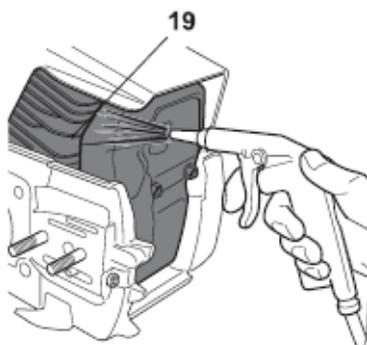

Fig. 59
L'obstruction de poussière entre l'ailette du cylindre (19) peut causer la surchauffe du moteur. Inspecter régulièrement et nettoyer l'ailette du cylindre (Fig.59)